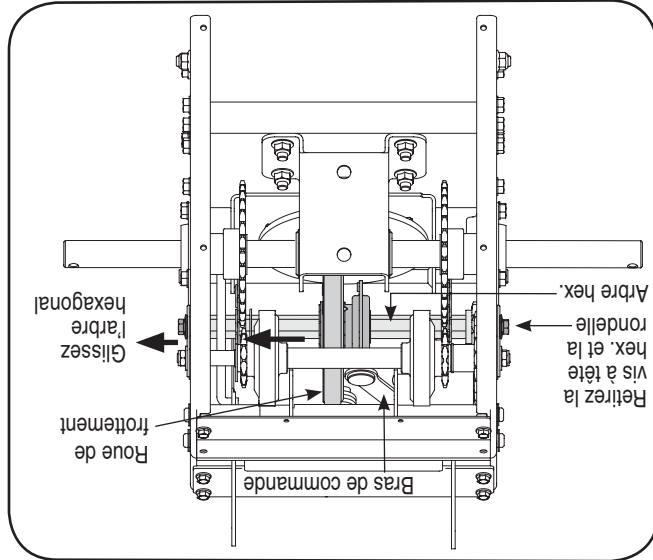

Figure 6-12
- Enlevez les vis auto-taranduses du couvercle du châssis, sous la souffeuse. Voir la Figure 6-12.
- Utilisez une clé de 3/4 po pour maintenir l'arbre hexagonal, puis retirez la vis à tête hex. et la rondelle creuse du côté gauche du châssis. Voir la Figure 6-12.